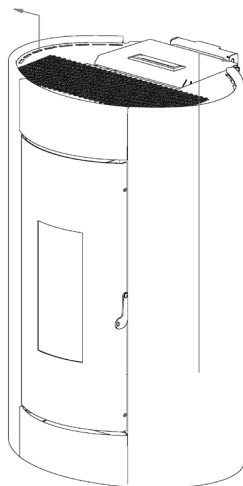

Fig. 59 - Remoção das laterais
- Desprender as laterais de baixo para cima (ver **Fig. 59**).